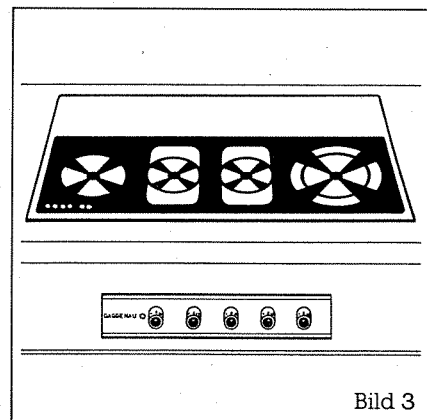

Bild 3
2. Das Schalterpult ist für den Einbau in die Frontblende des Unterschranks vorgesehen (Bild 3).